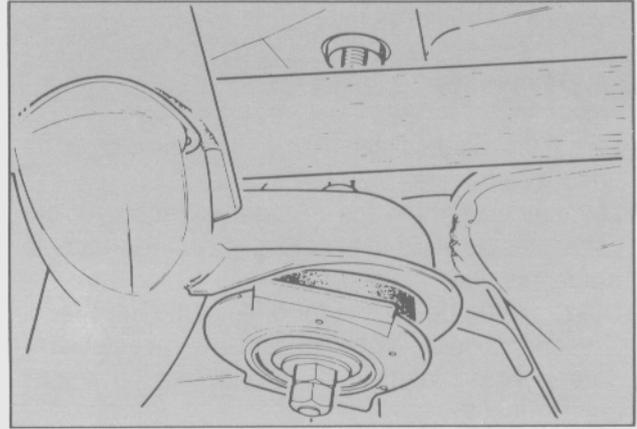

Fig. 57. Colocación del buje de goma en el soporte del travesaño.
- Introducir el buje de goma en el soporte delantero hasta que se ubique en la posición correcta (Fig. 57).